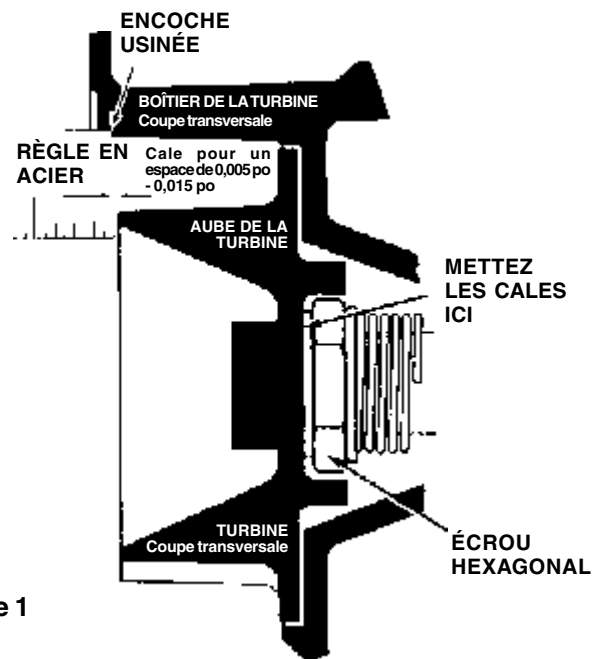

Figure 1
11. Tournez la turbine jusqu'à ce qu'une aube soit alignée avec l'encoche dans le boîtier de la turbine (voir Figure 1).